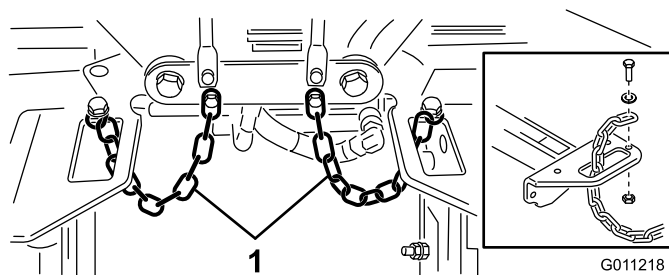

図 22
4. 各キャリア・フレームのスロットにチップパー・チェーンを下から上に通し、これらのチェーンをキャリア・フレームの上に固定する（キャップスクリュー、ワッシャ、ロックナットを使用）（図 22）。